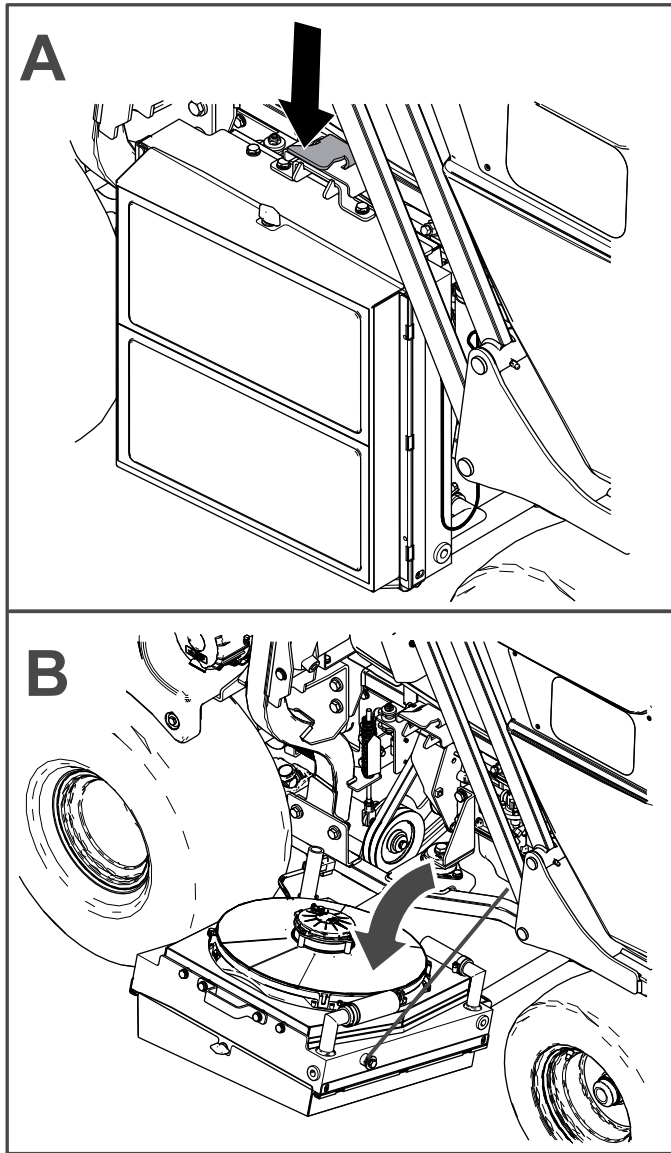

Figure 53
Appuyez sur le loquet et abaissez le radiateur pour accéder au moteur (Figure 53).
1. Abaissez le radiateur et contrôlez le niveau d'huile moteur comme montré à la Figure 53 et à la Figure 57.